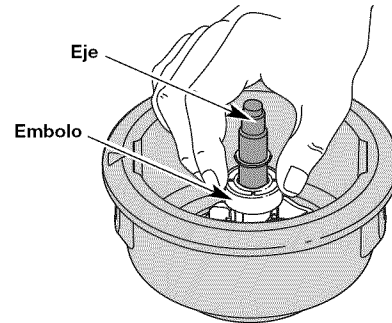

Fig. 20
5. Limpie el eje y la superficie interior de la bobina exterior. Para limpiar el eje debajo del émbolo, empuje el émbolo hacia abajo (Fig. 20). Saque toda la suciedad o residuos del eje.